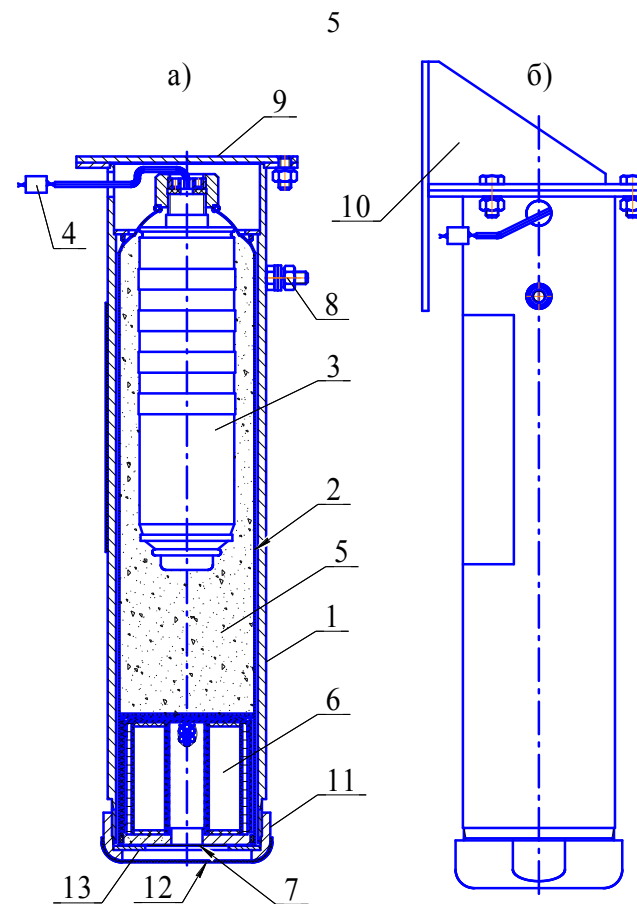

Рисунок 1
4.1.1 ГППТ (см. рисунок 1) состоит из корпуса **1**, в котором размещен сменный картридж **2**, содержащий газогенерирующий элемент **3** с элементом электропусковым **4**. Свободный объем корпуса картриджа **2** заполнен таблетками охладителя **5**. Для очистки огнетушащего газового вещества от механических примесей в картридже установлен фильтр - сепаратор **6**. Выходное отверстие фильтра-сепаратора заглушено самоклеющейся пленкой ПВХ **7**. Генератор имеет заземляющий зажим **8**. В верхней части ГППТ снабжён кронштейном **9** для крепления к потолочному перекрытию (рисунок 1а) или кронштейном **10** для крепления к стене (рисунок 1б). Для исключения разрушения самоклеющейся пленки ПВХ **7** при транспортировании, хранении и монтаже отверстие гайки **11** заглушено самоклеющейся пленкой **12**, которая снимается после монтажа изделия на объекте.
- отстыковать ГППТ от кронштейна **9** или **10** (см. рисунок 1) и перенести генератор в комнату сборки;
6.2 Закрепить кронштейн **9** (см. рисунок 1а) или кронштейн **10** (см. рисунок 1б) на потолке, стене, полу или иной несущей поверхности с ориентацией ГППТ под любым углом. Координаты крепежных отверстий в кронштейне **9** приведены на рисунке 2а, в кронштейне **10** – на рисунке 2б.
6.3 Состыковать ГППТ с кронштейном и закрепить соединение гайками. Снять самоклеющуюся пленку **12** (см. рисунок 1) с гайки **11**.